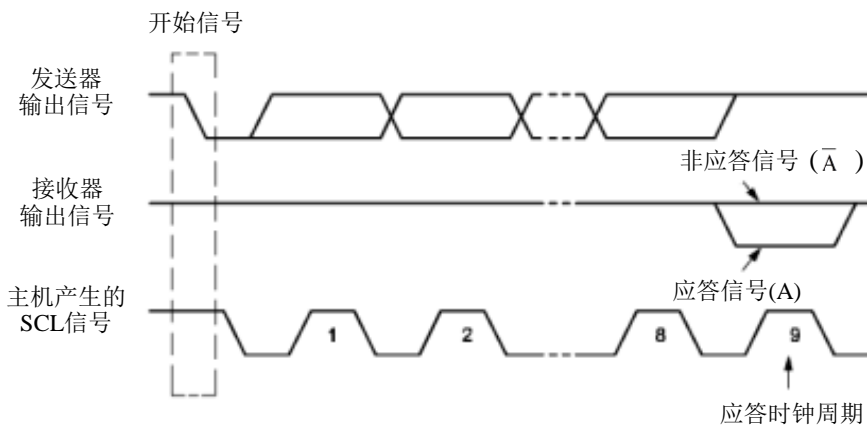

Figure 15-5 IIC 总线的应答信号
**重新开始信号 (Repeated START)：**在 IIC 总线上，由主机发送一个开始信号启动一次通信后，在首次发送停止信号之前，主机通过发送重新开始信号，可以转换与当前从机的通信模式，或是切换到与另一个从机通信。如 Figure15-5 所示，当 SCL 为高电平时，SDA 由高电平向低电平跳变，产生重新开始信号，它的本质就是一个开始信号。
**应答信号 (A)：**接收数据的 IIC 在接收到 8 位数据后，向发送数据的 IC 发出的特定的低电平脉冲。每一个数据字节后面都要跟一位应答信号，表示已收到数据。应答信号在第 9 个时钟周期出现，这时发送器必须在这一时钟位上释放数据线，由接收设备拉低 SDA 电平来产生应答信号，由接收设备保持 SDA 的高电平来产生非应答信号 ( $\bar{A}$ )，如 Figure15-5 所示。所以，一个完整的字节数据传输需要 9 个时钟脉冲。如果从机作为接收方向主机发送非应答信号，这样，主机方就认为此次数据传输失败；如果是主机作为接收方，在从机发送器发送完一个字节数据后，发送了非应答信号，从机就认为数据传输结束，并释放 SDA 线。不论是以上哪种情况都会终止数据传输，这时，主机或是产生停止信号释放总线，或是产生重新开始信号，开始一次新的通信。开始信号、重新开始信号和停止信号都是由主控制器产生，应答信号由接收器产生，总线上带有 IIC 总线接口的器件很容易检测到这些信号。